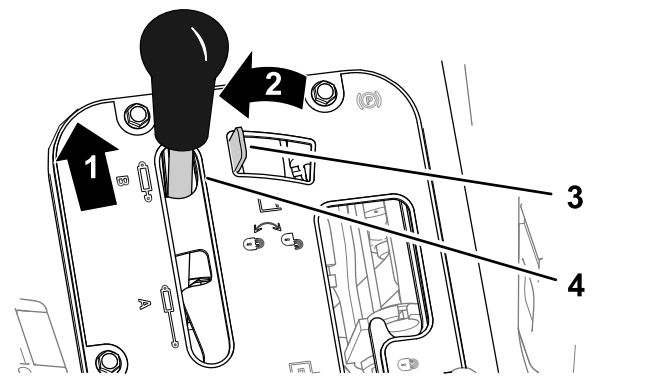
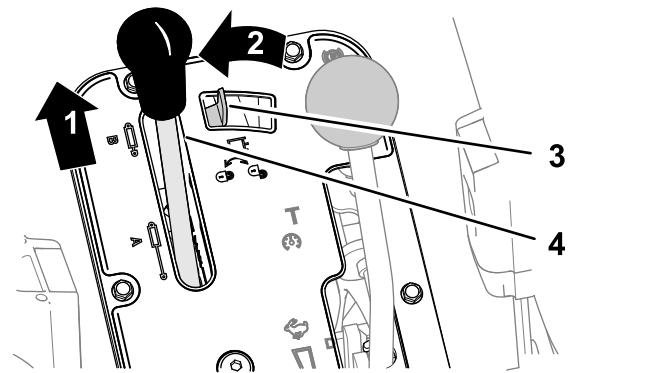

Figura 80
Figura 81
- Mueva el bloqueo de elevación hidráulica hacia la izquierda para accionar el bloqueo (Figura 80 o Figura 81).
- Empuje hacia delante la palanca de elevación hidráulica (Figura 80 o Figura 81).